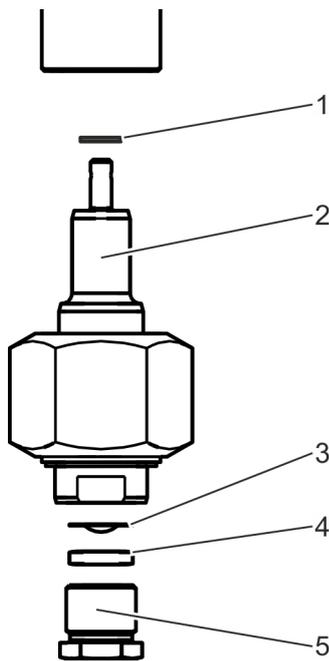

Fig. 18: Unidad desmontable
- junta anular (Fig. 18/1)
- cuerpo de la llave (Fig. 18/2)
- disco de ruptura (Fig. 18/3)
- anillo de apriete (Fig. 18/4) y
- elemento roscado de apriete (Fig. 18/5).